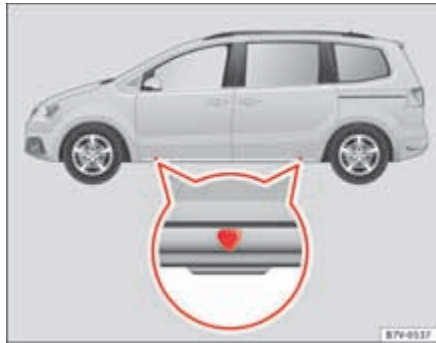

Fig. 192 Puntos de apoyo del gato.
El gato sólo se debe colocar en los alojamientos indicados (marcas en la carrocería) ⇒ fig. 192. La marca indica la posición de los puntos de apoyo **debajo** del vehículo. Los puntos de apoyo se encuentran en los nervios
5. Busque debajo del vehículo el punto de apoyo para el gato ⇒ **página 359, fig. 192** que se encuentre más próximo a la rueda que vaya a cambiar.